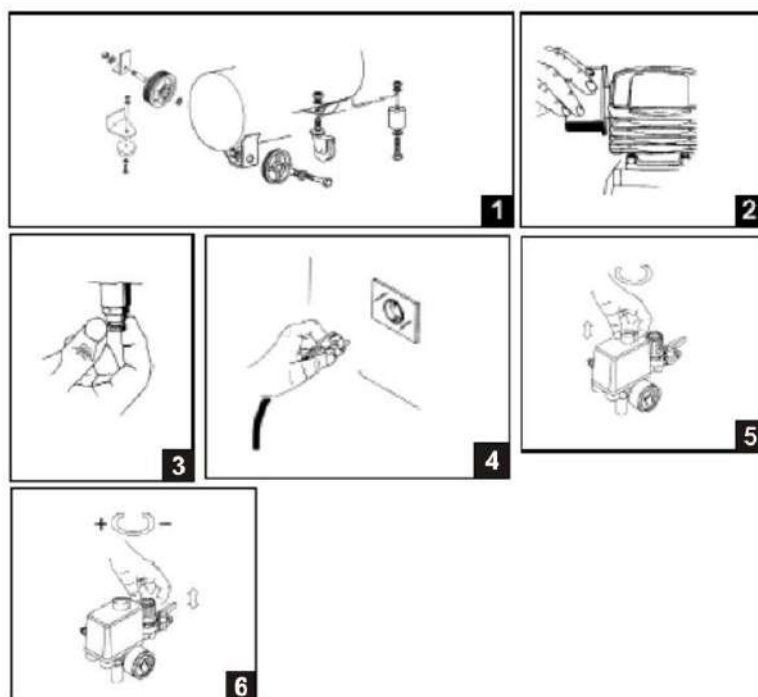

Рис.3. Порядок инсталляции компрессора
Установите на ресивер амортизаторы и колеса (если они предусмотрены моделью). Рисунок 3 (1). При выборе места установки необходимо предусмотреть свободный доступ к выключателю и крану подачи воздуха потребителю.
Разблокируйте ручку регулятора давления, подняв ее вверх рисунок 3 (6).
Отрегулировать давление на выходе можно с помощью редуктора, установленного на компрессор, контролировать выходное давление можно с помощью соответствующего манометра, установленного на выходе из компрессора. (см. Рис.3)